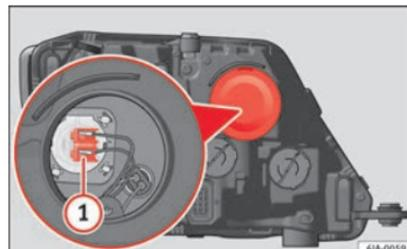

Fig. 91 Sostituzione della lampadina degli abbaglianti.
- Estrarre il connettore » **fig. 91** **1** tirando verso l'esterno.